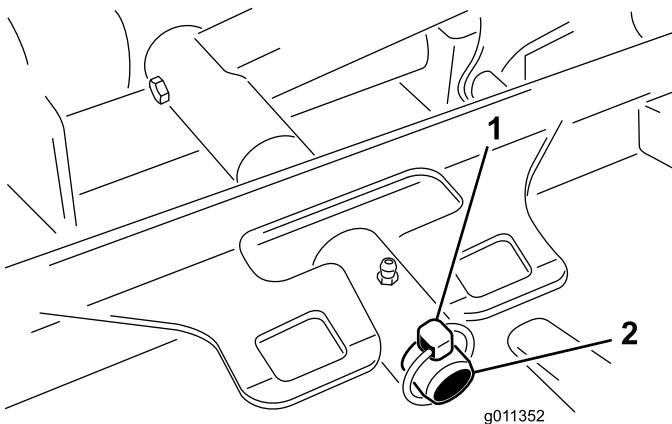

Figure 11
3. Faites glisser le bâti porteur du plateau de coupe sur l'axe de pivot du bras de relevage. Fixez avec la goupille ou l'écrou de retenue (GM 4700 uniquement) (Figure 11).
3. Retirez la goupille ou l'écrou de retenue (GM 4700 uniquement) qui fixe le bâti porteur du plateau de coupe à l'axe de pivot du bras de relevage (Figure 11).